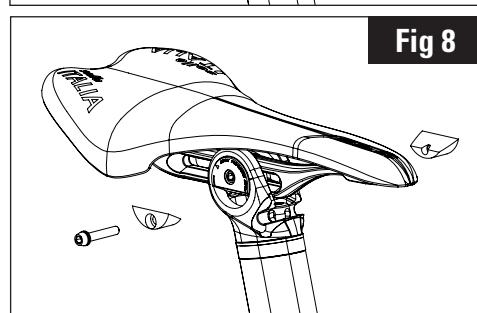

Fig 8
4. Rapprocher ensuite les deux brides inférieures (11) et visser la vis sans la serrer. (Fig.8)